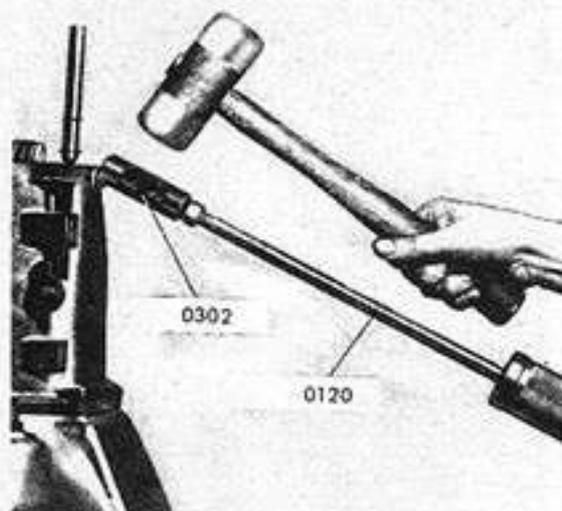

Fig. 13 - Extracción del tapón del sistema posicionador del eje selector de velocidades
11. Enroscar en la herramienta N° 0120 la herramienta N° 0302 y con un martillo plástico colocar la cufa de la mencionada en el tapón del sistema posicionador del eje selector de velocidades (Fig. 13).